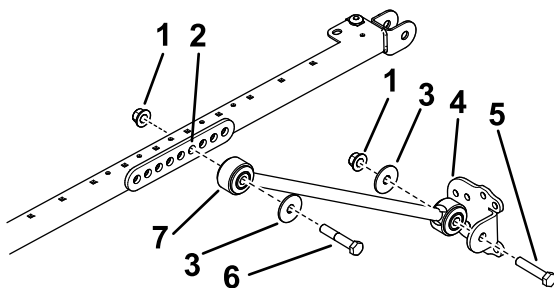

Figura 48
5. Su ciascun lato del telaio del parasole montate, senza serrarla, una biella sul quarto foro del supporto di montaggio dell'ancoraggio con 2 bulloni ($\frac{1}{2}$ " x $2\frac{3}{4}$ ") e 2 dadi flangiati ($\frac{1}{2}$ "), come illustrato nella **Figura 48**.
6. Montate, senza serrarla, una staffa di ancoraggio su ciascun supporto di ancoraggio con un bullone ($\frac{1}{2}$ " x $2\frac{1}{2}$ "), una rondella ($\frac{1}{2}$ ") e un dado flangiato ($\frac{1}{2}$ "), come illustrato nella **Figura 48**.